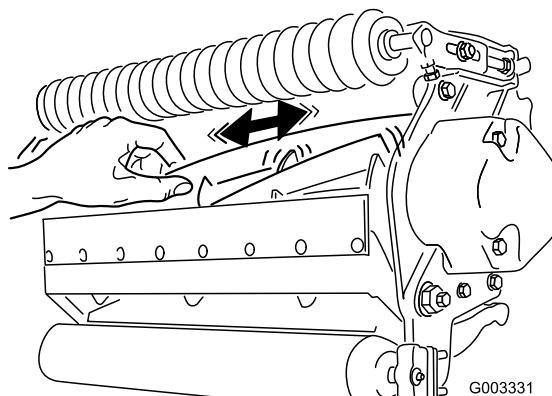

Figure 23
2. Tenez la lame du cylindre avec un gant épais ou un chiffon et essayez de déplacer le cylindre latéralement (Figure 23).